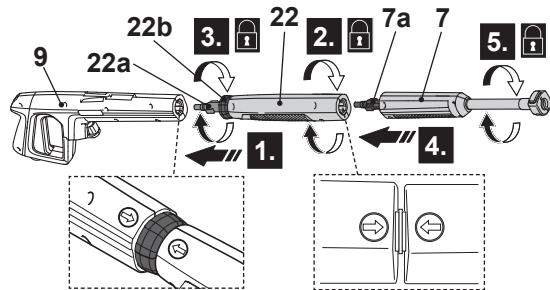

Rys. 10
1. Przymocuj lancę długą (7) do pistoletu natryskowego (9) (Rys. 10).
2. Przymocuj szczotkę obrotową (23) do lancy długiej.